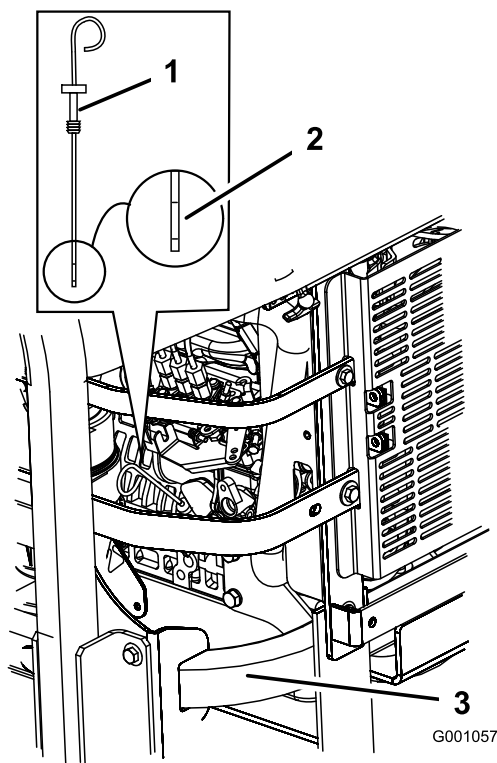

Figura 40
3. Limpie alrededor de la varilla de nivel de aceite (Figura 40) de forma que la suciedad no penetre por el orificio de llenado y cause daños en el motor.
4. Retire la varilla de aceite y limpie el extremo metálico (Figura 40).
5. Introduzca la varilla a fondo en el tubo de llenado. Retire la varilla y observe el extremo metálico (Figura 40). Si el nivel de aceite es bajo, vierta lentamente sólo la cantidad de aceite suficiente en el orificio de llenado para que el nivel llegue a la marca Lleno.